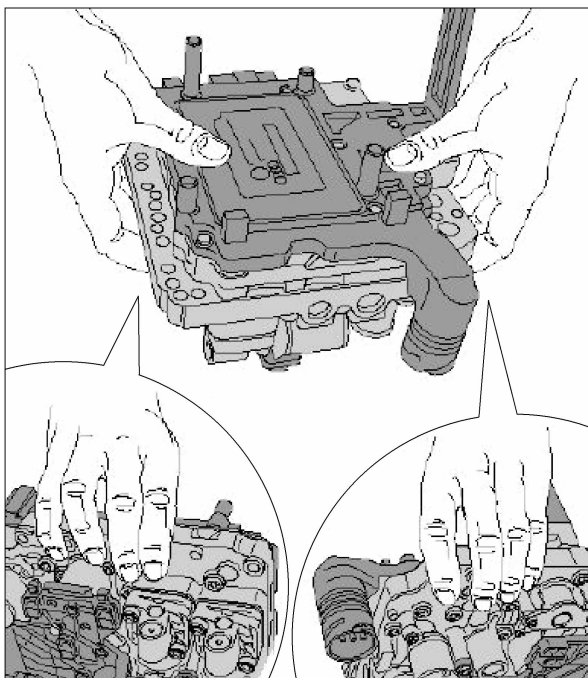

图 2-22 拆卸变速器控制单元 J743
16) 小心地向下摇出直接换档变速器控制单元 J743。并正确放置好直接换档变速器控制单元(图 2-22)。